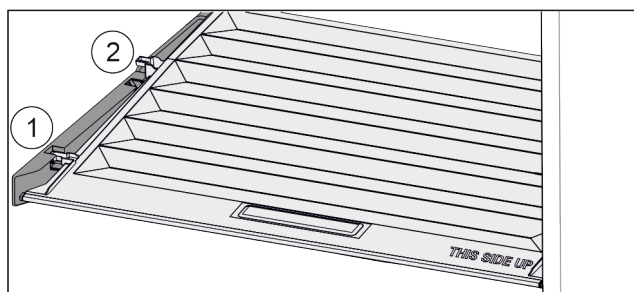

Fig. 27
- Vytáhněte víko dopředu až k otvoru v přídržných dílech Fig. 27 (1).
- Vzadu zesponu nadzvedněte a vyjměte směrem nahoru Fig. 27 (2).